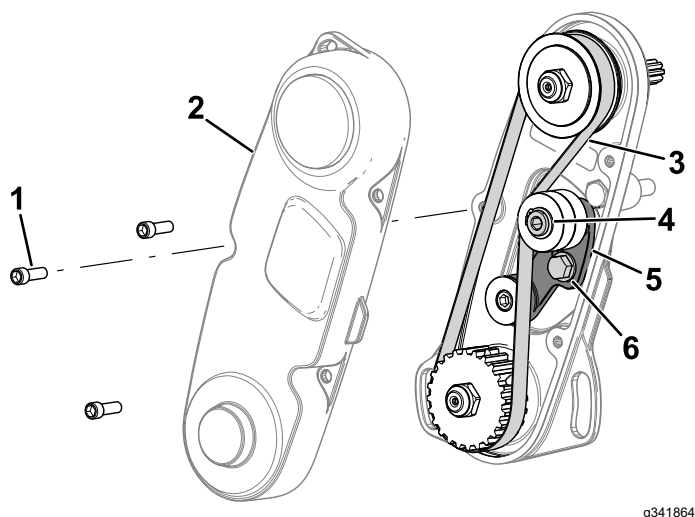

Bild 14
3. Verwenden Sie einen Drehmomentschlüssel, um eine Kraft von 6 bis 7 N·m auf die obere innere Schraube des Spannarms (**Bild 14**) aufzubringen.